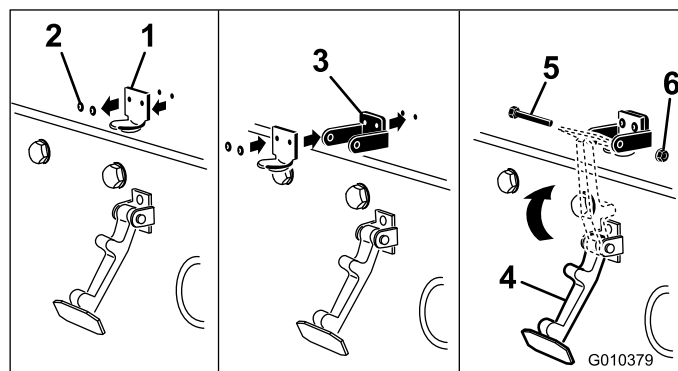

Figure 4
3. Alignez les trous de montage et positionnez le support du verrou CE et le support du verrou de capot sur le capot. Le support du verrou doit être appuyé contre le capot (Figure 4).
5. Accrochez le verrou sur son support (Figure 4).
6. Insérez un boulon (1/4 x 1-1/2") dans le support du verrou de capot et fixez-le avec un contre-écrou (Figure 4).